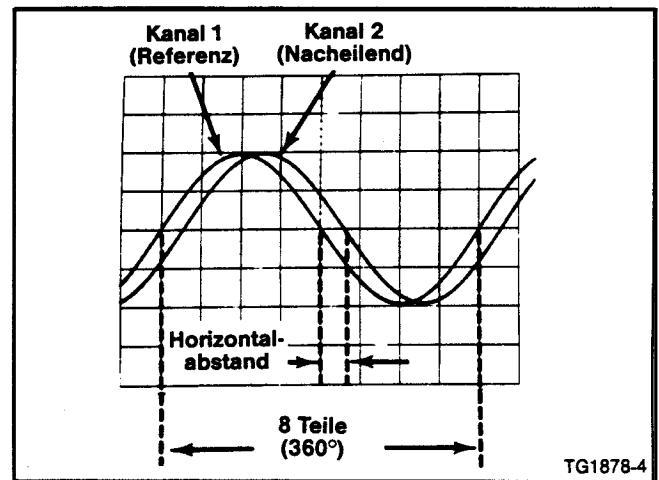
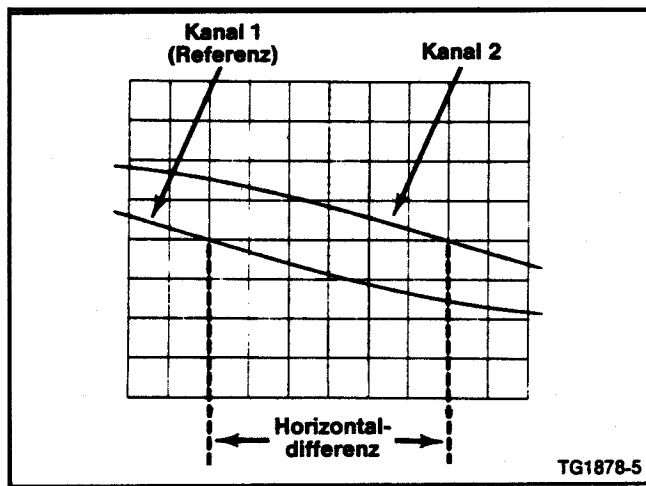

Abb. 2-8. Messung der Phasendifferenz.
Abb. 2-9. Phasendifferenzmessung mit hoher Auflösung bei erhöhter Ablenkgeschwindigkeit.
9. Stellen Sie das variable Einstellglied von SECONDS/DIV so ein, daß ein Zyklus des Referenzsignals (Kanal 1) genau 8 Teile zwischen der zweiten und zehnten Vertikallinie einnimmt. (Siehe Abb. 2-8.) Jedes Rasterteil entspricht 45° des Zyklus ($360^\circ : 8 \text{ Teile} = 45^\circ/\text{Teil}$). Die Ablenkzeit stellt praktisch Grad als $45^\circ/\text{Teil}$ dar.
BEISPIEL: Wenn die horizontale Distanz $0,6$ Teil beträgt und die Ablenkzeit 45° pro Teil beträgt, wie in Abb. 2-8 zu sehen, wird die Phasendifferenz wie folgt bestimmt:
BEISPIEL: Wird die Zeitablenkung 10fach gedehnt, beträgt die gedehnte Zeitablenkgeschwindigkeit $45^\circ/\text{Teil} : 10 = 4,5^\circ/\text{Teil}$. Abb. 2-9 zeigt dasselbe Signal wie Abb. 2-8 mit dem Unterschied, daß die Zeitdehnung eingeschaltet ist. Bei einem Horizontalabstand von sechs Teilen beträgt die Phasendifferenz: